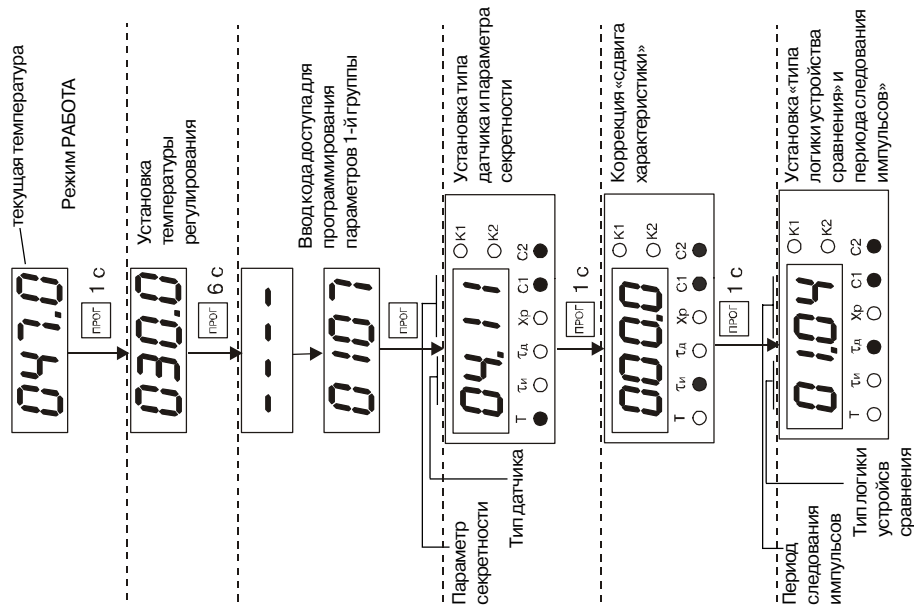

Рис. 20
Находясь в режиме РАБОТА нажать кнопку  и удерживать ее в течение 1 с, в результате чего попадаем в режим задания уставки регулятора (рис. 20 и 21).
6.3.3.1.1. Ввести код доступа 0107 кнопками  и  (анал. п. 6.3.2.2), рис. 20.